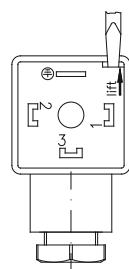

Abb. 6
- ↳ Öffnen Sie das Innenteil ⑧ der Leitungsdose ② mit einem Schraubendreher oder einem ähnlichen Werkzeug (→ Abb. 6).